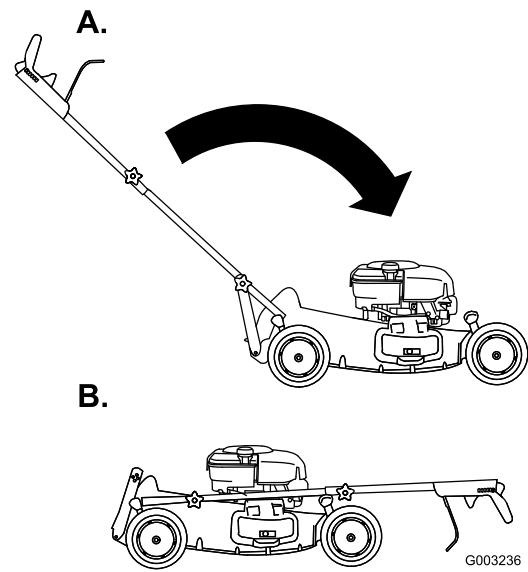

Figura 43
- Fate ruotare la stegola in avanti (Figura 43).